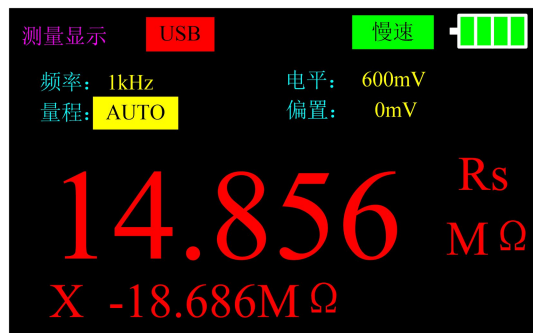

图 16
2. 按 **AUTO/R/C/L/Z** 键，直到界面上显示 Rs 以选择电阻测量，如图 16 所示；